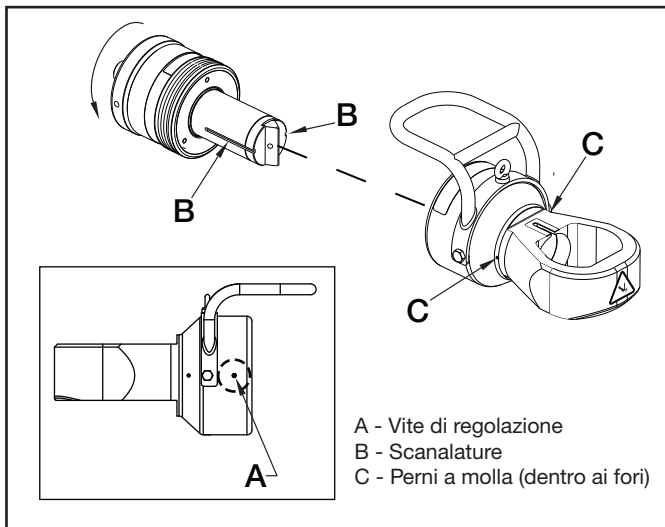

Figura 3, Montaggio del cilindro e della testa di taglio
2. Allentare la vite di regolazione di plastica (Figura 3, voce A) situata sul cilindro della testa di taglio.
3. Inserire il cilindro nella testa, allineando le scanalature assiali nel porta lama. (Figura 3, voce B) con i perni della molla (Figura 3, voce C) nella camera cilindrica della testa di taglio. Una volta allineati, ruotare il cilindro nella direzione mostrata allo scopo di innestare i filetti della vite.
3. Se fosse stretta, allentare la vite di regolazione di plastica situata sul cilindro della testa di taglio. Vedere la Figura 3, voce A.
3. Se fosse stretta, allentare la vite di regolazione di plastica situata sulla parte cilindrica della testa di taglio. Vedere la Figura 3, voce A.